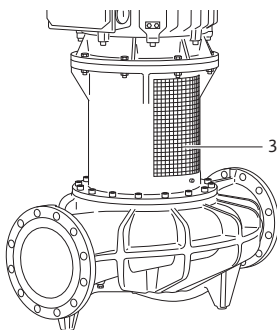

Fig. 48: Montirani zaštitni lim spojke
- Pumpa smije raditi samo ako je montiran zaštitni lim spojke (Fig. 48, poz. 3).